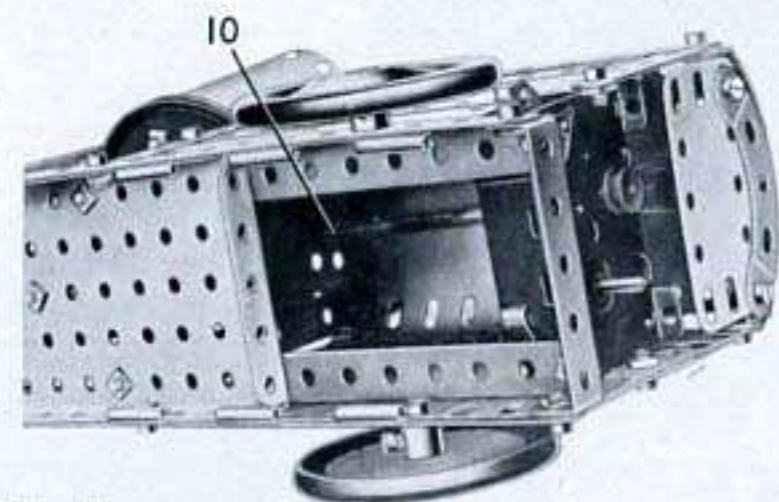

Fig. 4.1b
La cuve est entraînée par un moteur *Magic* boulonné sur les bandes de 25 trous à une des extrémités du châssis (Fig. 4.1b). L'entraînement s'opère grâce à une poulie de 12 mm. montée sur un axe (10) constitué par deux tringles de 9 cm. réunies par un raccord de tringles. Cette tringle passe à une de ses extrémités dans une bande de cinq trous boulonnée au travers des deux bandes de 11 trous qui supportent la trémie. L'autre extrémité de la tringle passe dans une plaque semi-circulaire boulonnée sur le flasque inférieur du moteur *Magic*. La tringle porte une poulie de 25 mm. (11) munie d'un anneau de caoutchouc disposé de façon à appuyer sur la gorge de la poulie (6). La poulie de 12 mm. est fournie avec le moteur *Magic*. Les côtés du capot sont constitués par les deux moitiés d'une plaque à charnières (12), des plaques flexibles de 14 x 6 cm. (13) et une plaque flexible de 6 x 4 cm. (14). Le dessus est constitué par deux plaques cintrées de 43 mm. de rayon et deux plaques de 6 x 6 cm. légèrement incurvées et fixées sur des équerres à 135° elles-mêmes montées sur les côtés. Ces côtés sont bordés par des bandes de 11, de 5 et de 7 trous, et le dessus est renforcé par des bandes cintrées à glissières.